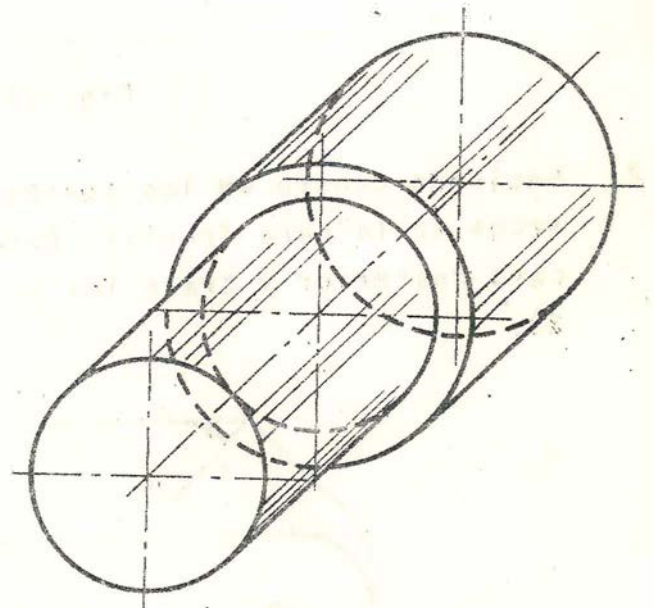

Fig. 21
- f) Por los puntos de tangencia determinados en el paso anterior, trace las líneas rectas paralelas al eje longitudinal; estas líneas cierran el contorno de la pieza. Fig. 21
- g) Borre los trazos auxiliares y repinte las líneas que forman la pieza. Fig. 21.